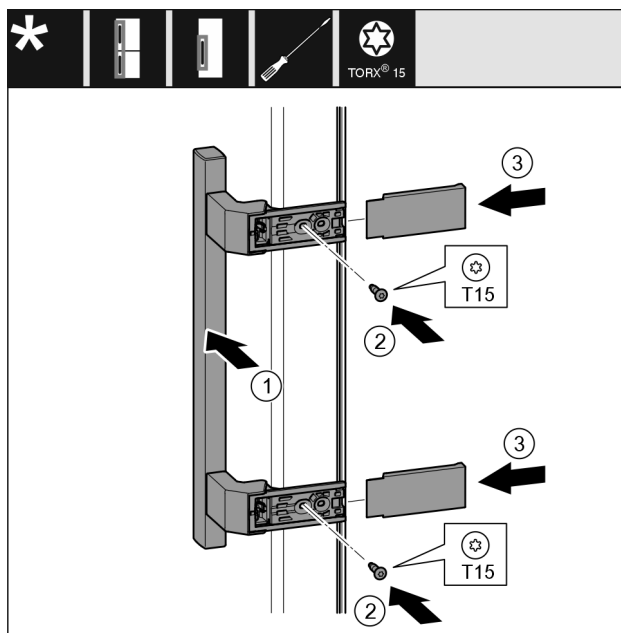

Fig. 21
- ▶ Nasad'te madlo Fig. 21 (1) na protilehlé straně.
- ▶ Šroubovákem šrouby Fig. 21 (2) pevně utáhněte.
- ▶ Kryty Fig. 21 (3) bočně nasad'te a nasuňte.